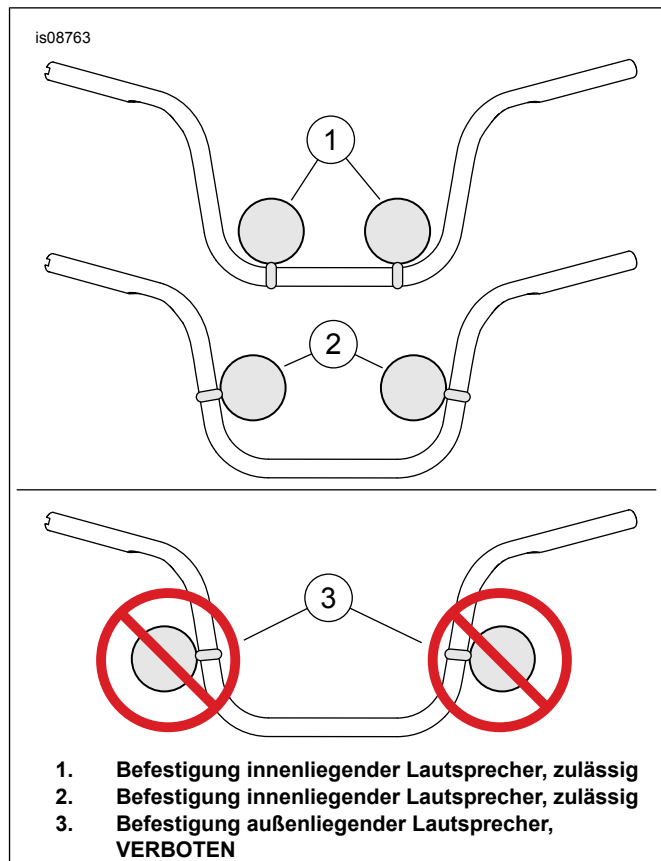

Abbildung 5. Lautsprecherposition auf dem Lenker
- Siehe Abbildung 5. Lautsprecher wie abgebildet einbauen. Lautsprecherklemmen (4) so positionieren, dass sich die Lautsprecher im Lenker befinden. Lautsprecher rechts und links symmetrisch zur Lenkerschelle und so niedrig und nahe wie möglich zur Mitte positionieren.